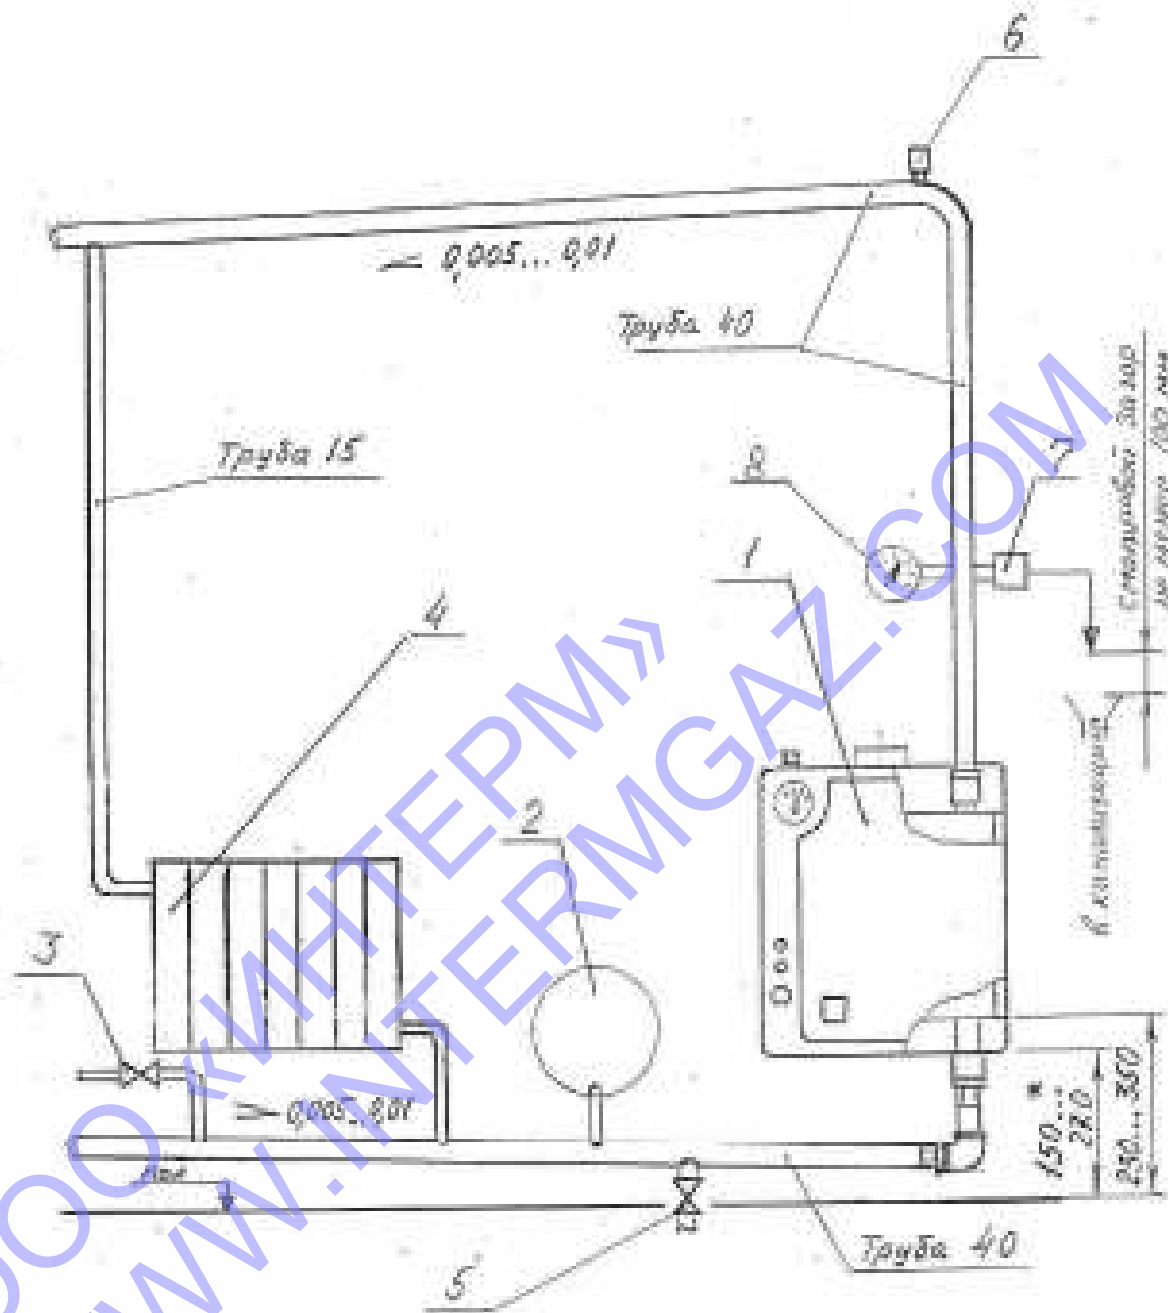

Рис. 6 Рекомендуемая схема разводки закрытой отопительной гравитационной системы.
Варианты схем систем отопления показаны на рис. 6, 7, 8.
ПРИМЕЧАНИЕ. Для закрытых отопительных систем наполнительное давление воды в системе при температуре воды 20°C должно быть на 20 кПа больше минимального давления, обозначенного на манометре поз.8 (см. рис. 6, 7, 8) специалистом, вводящим систему в работу.
- 5) при закрытой отопительной системе контролировать давление в системе по манометру поз.8 (см. рис.6, 7, 8), при необходимости отрегулировать давление в системе в пределах рабочего поля, обозначенного на манометре специалистом, вводящим систему в работу, в зависимости от температуры отопительной воды в системе в данный момент добавлением или сливом воды.